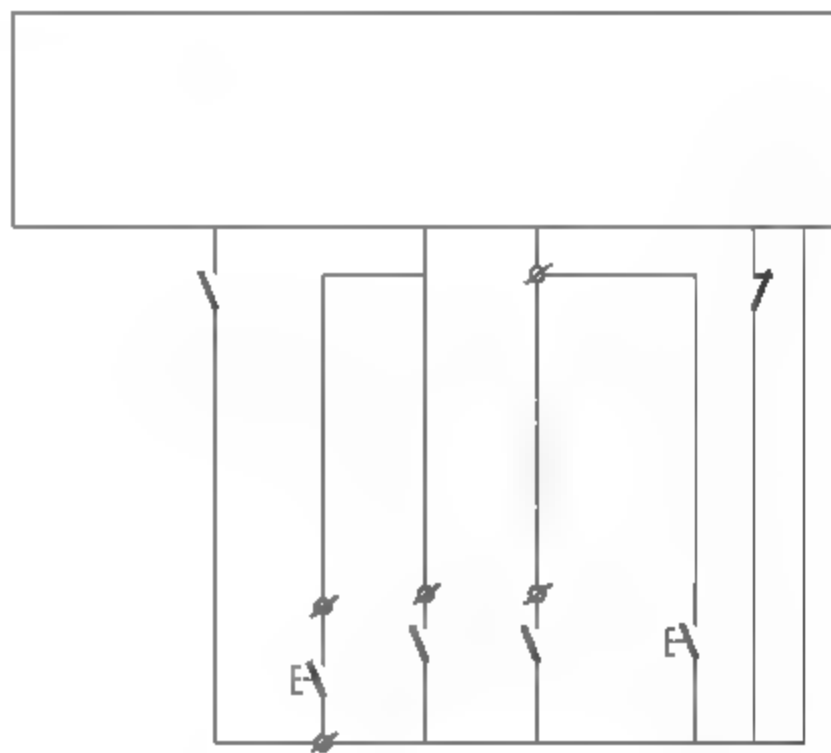

图10-26 绘制圆形
**13** 调用C【圆】命令,绘制半径为48的圆形,如图10-26所示。